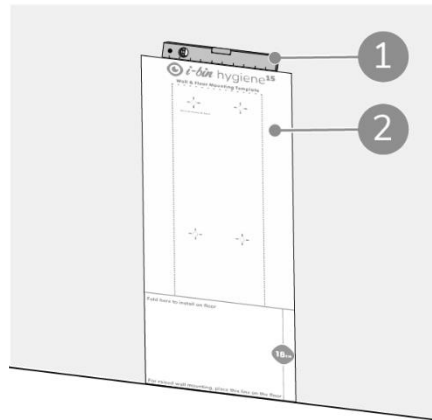

Figura 12
Posizionare la dima (pos. 2, Figura 12) con la parte inferiore sul pavimento. Controllare con un livello dell'acqua (pos. 1, Figura 12) se la sagoma è esattamente orizzontale,